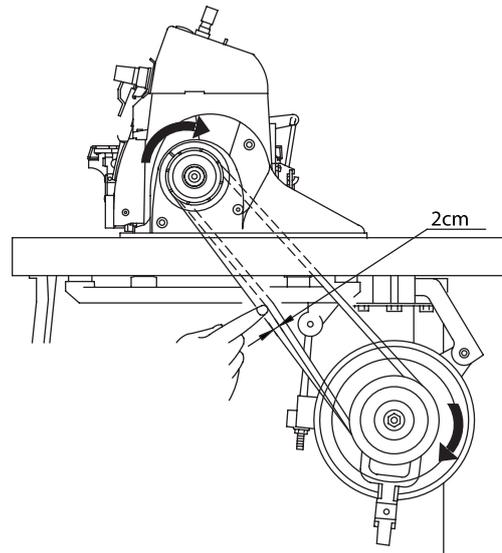

Figura 4
- Ajuste a tensão da correia, para que deixando uma folga de cerca de 20 mm ao pressionar o ponto médio entre as duas polias, girando a polia do motor no sentido horário, conforme a Figura 4.
- Instale a tampa da correia conforme a Figura 4.
- *Certifique-se de que a rotação do motor esteja no sentido horário, Figura 4.*